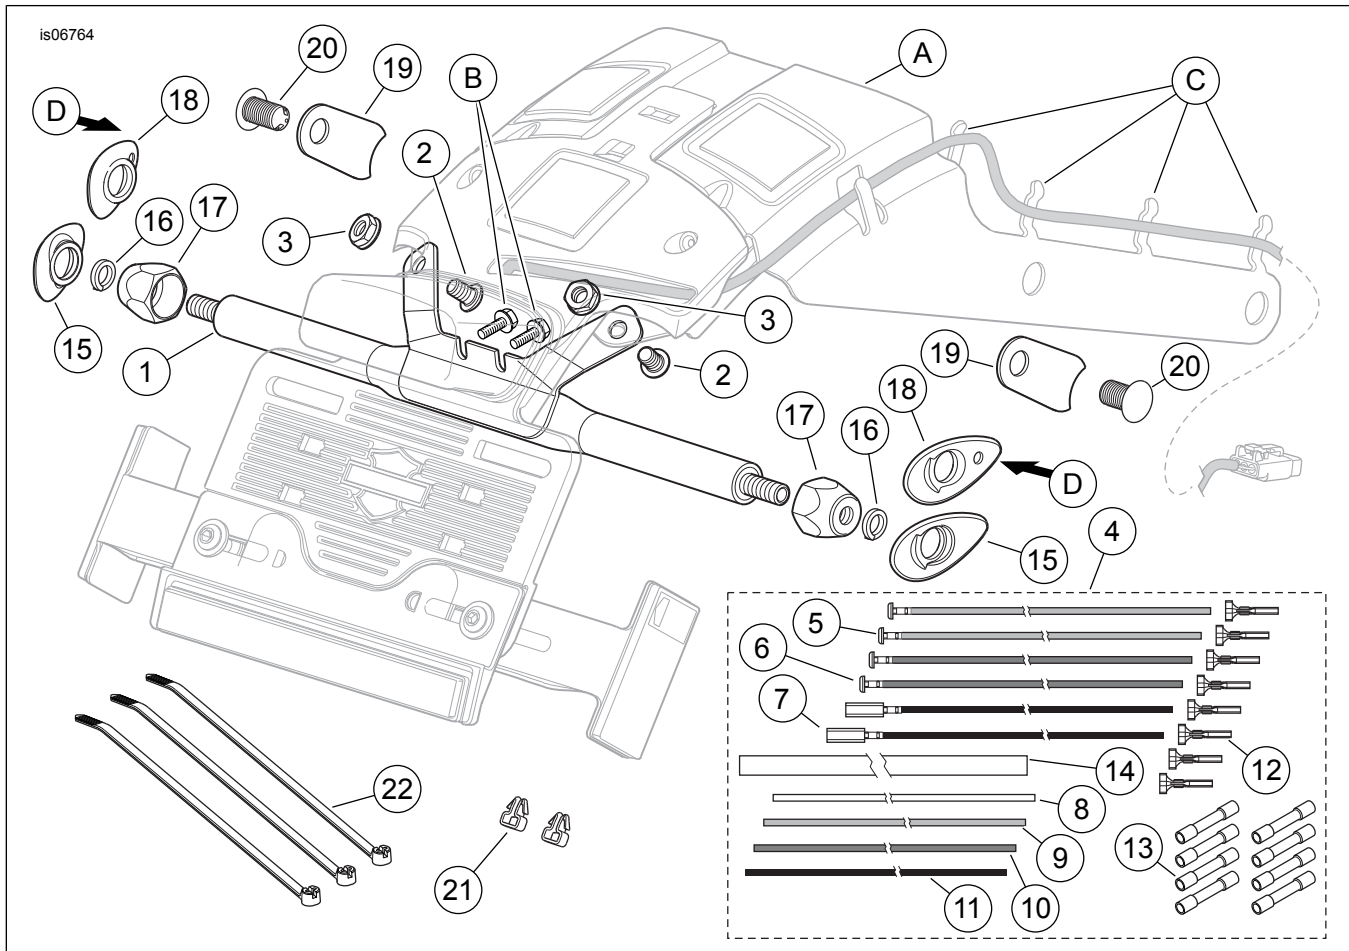

Abbildung 3. Ersatzteile, FXS Brems-/Schlussleuchten-/Blinkerumbausatz
1. Siehe Abbildung 3. Eine schwarz-lackierte Gegenmutter (17) lose auf einem Gewindebolzen auf der Leuchtenleistenkonstruktion befestigen. Eine Sicherungsscheibe (16) auf den Bolzen setzen und gegen die Gegenmutter ansetzen. Eine schwarze Abdeckung für die Kabelaustrittsöffnung (15) in der abgebildeten Ausrichtung auf dem Bolzen anbringen.
2. Die STT-Leuchtenkabel durch das kleine Loch in der schwarzen Vertiefungsabdeckung aus Gummi (18) in der gezeigten Richtung (D) einsetzen.
3. Siehe Abbildung 3. Eine schwarz-lackierte Gegenmutter (17) lose auf einem Gewindebolzen auf der Leuchtenleistenkonstruktion befestigen. Eine Sicherungsscheibe (16) auf den Bolzen setzen und gegen die Gegenmutter ansetzen.
1. Siehe Abbildung 3. Die Verkabelung für die rechte STT-Leuchte entlang der Verkabelung für den Kennzeichenbeleuchter durch den Kanal und dann hinter den vier Clips (C), auf der Baugruppe Kennzeichenmodul-Stütze (A) in Richtung Schutzblechvorderseite, sowie durch die Kabelöffnung im Schutzblech heraus verlegen. Für die STT-Verkabelung der linken Seite wiederholen.
2. Die Verkabelung mit den Kabelclips (21) aus dem Satz am Schutzblech befestigen.
9. Die Verkabelung mit einem Kabelbinder (22) aus dem Satz sichern.
11. **Nach Einbau der Satteltaschen** die Deckplatten (19) an den Stellen anbringen, aus denen die STT-Originalleuchten entfernt wurden. Die Deckplatte mit der gekrümmten Seite in Richtung Befestigungsstelle ausrichten. Einen Druckknopf (20) durch die Deckplatte drücken, um diese am Fahrzeug zu befestigen.